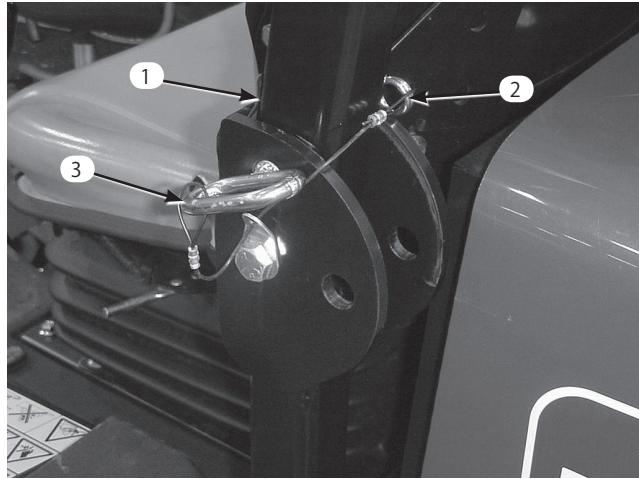

図30
1. ROPS を下げるには、機体の左右でヘアピン・コッタ一を抜き、ピンを外す（図30）
3. ピンとヘアピン・コッターで固定する（図30）。
4. ROPS を立てるには、機体の左右でヘアピン・コッタ一を抜き、ピンを外す（図30）
5. ROPS をまっすぐに立ててピンで固定し、ヘアピン・コッターでロックする（図30）。